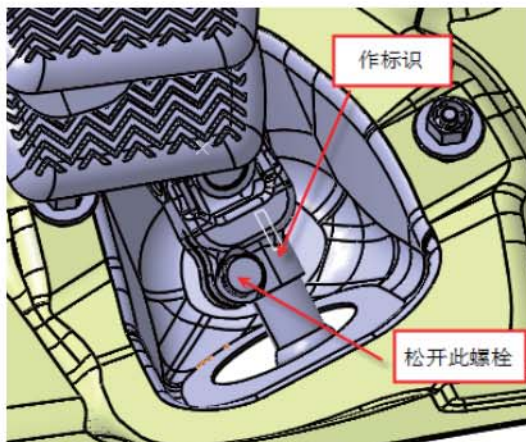

图 4-8 断开中间轴与加长轴连接
① 在中间轴下端与加长轴配合处做好配合标记，如图 4-8 所示。
② 此时可以套上转向盘转动，使螺栓处于方便操作的位置，松开螺栓，拔出中间轴。